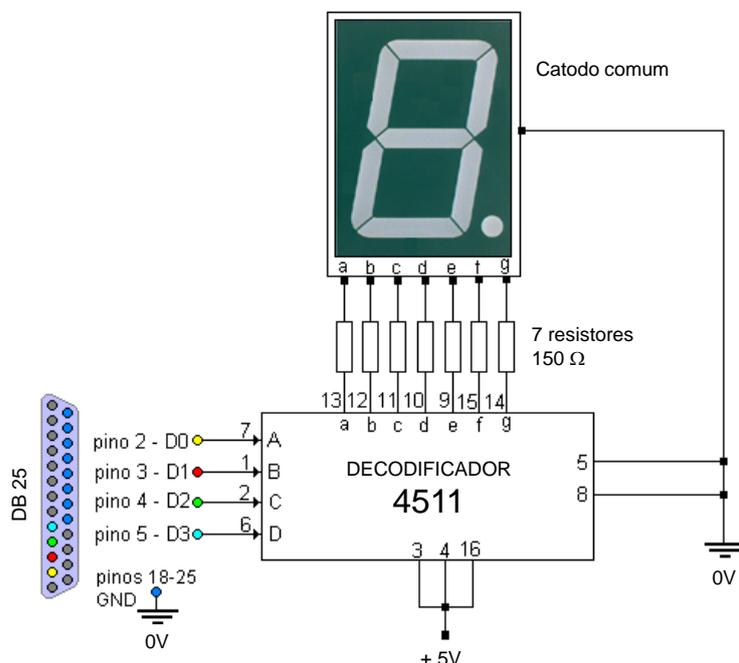

Figura 1.88 – Decodificador BCD para *display* de 7 segmentos.
►► **Exemplo 11** - Este exemplo mostra o acionamento de um *display* de 7 segmentos através do circuito integrado CD4511, um decodificador BCD-8421 para 7 segmentos. O esquema do acionamento é apresentado na Figura 1.88. Os sinais do código BCD são obtidos através da porta paralela de um PC.